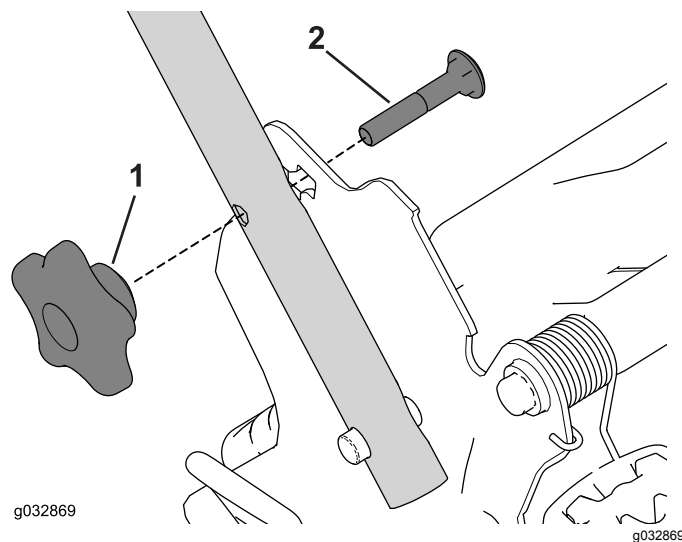

Figura 22
3. Inserte el perno de cuello cuadrado (con la cabeza del perno hacia el interior) a través del soporte del manillar y del orificio superior del extremo del manillar. Asegúrese de que los bordes cuadrados de cada perno de cuello cuadrado entre en el orificio cuadrado superior o inferior de su soporte del manillar relacionado (Figura 22).